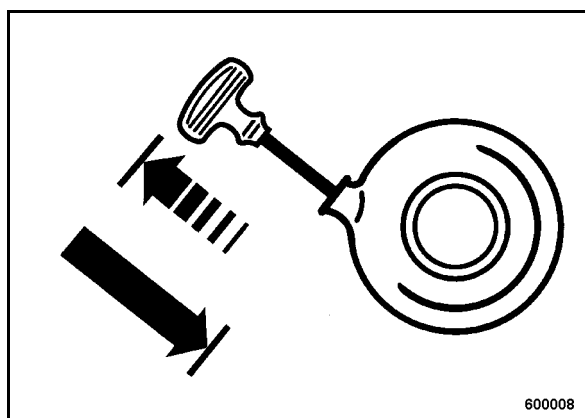

рис. 19
- Слегка потянуть ручку стартера (рис. 19), пока не почувствуется сопротивление (давление сжатия), но не вытягивать ее полностью.